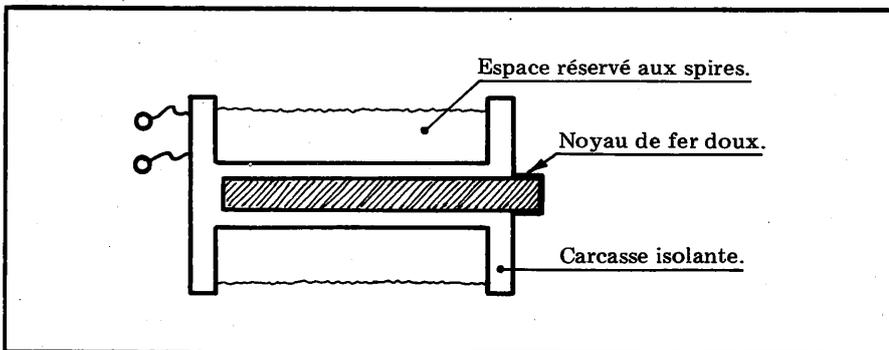

Fig. 7. — Electroaimant.
6. L'électroaimant (figure 7) :